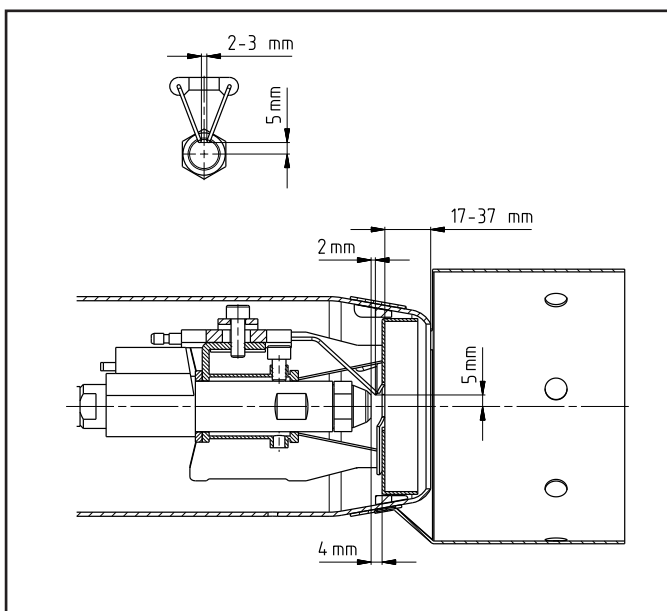

Figure 10
- Vérifier l'écart entre l'accrocheur de flamme (1) et le gicleur (3) (Cf. fig. 10).
- Réinstaller l'accrocheur de flamme (1) et serrer la vis (2).
- Vérifier et éventuellement régler la position des électrodes d'allumage (Cf. fig. 10).